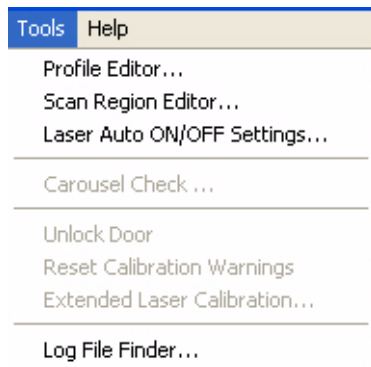

Abbildung 27 Menü „Tools“
- 1 Wählen Sie in der Menüleiste **Tools > Profile Editor** (Abbildung 27).
- Wählen Sie in der Menüleiste **Tools > Scan Region Editor** (Abbildung 27).